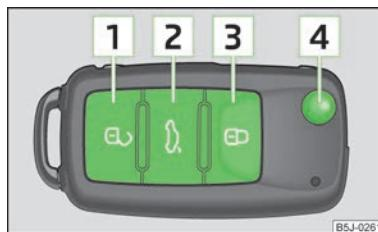

Fig. 14
- Pulsar la tecla **[1]** » fig. 14.
- Pulsar la tecla **[3]** » fig. 14.
- Pulsar la tecla **[3]** » fig. 14 dos veces en 2 segundos. Para más información » página 27.
- Pulsar la tecla **[2]** » fig. 14. Para más información » página 33.
- Pulsar la tecla **[4]** » fig. 14.
- Pulsar la tecla **[4]** » fig. 14 y plegar el paletón de la llave.
El desbloqueo del vehículo se indica mediante dos parpadeos de las luces intermitentes. Si se desbloquean las puertas del vehículo con la tecla **[1]** » fig. 14 sin abrirse ninguna puerta ni la tapa del maletero en los 30 segundos siguientes, las puertas del vehículo se volverán a bloquear automáticamente y se activa el seguro Safe, o bien la alarma antirrobo. Esta función impide un desbloqueo accidental del vehículo.